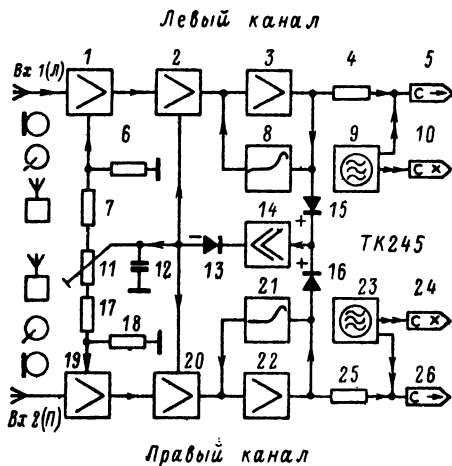

Рис. 38. Блок-схема стереомагнитофона в режиме записи с автоматическим регулированием уровня.
**Блок-схема стереомагнитофона** в режиме записи с автоматическим регулированием уровня обоих каналов приведена на рис. 38. Каскады предварительного усиления (1, 2 и 19, 20) — регулируемые, а каскады 3 и 22, охваченные цепочками 8, 21 частотнозависимой обратной связи, — нерегулируемые. Усиленные сигналы с выходов уси-